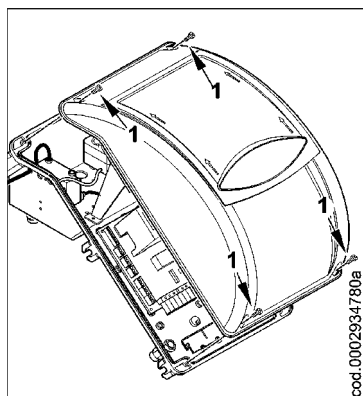

Рисунок 1
- 1) Снимите крышку, открутив 4 винта (1), как на рис. 1, при этом не